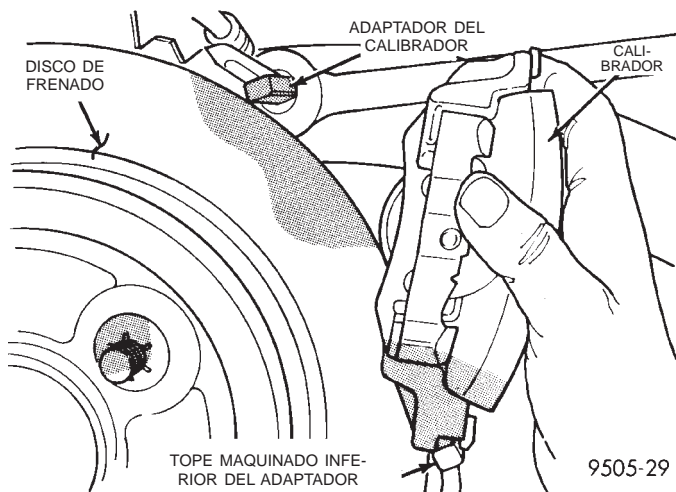

Fig. 75 Desmontaje/Instalación del conjunto de calibrador del adaptador
(4) Retire el conjunto de calibrador del adaptador y el rotor, haciendo girar primero el extremo libre del calibrador para separarlo del adaptador. Después deslice el extremo opuesto del calibrador para sacarlo de abajo del tope maquinado del adaptador (Fig. 75).
(7) Baje cuidadosamente el calibrador y los conjuntos de zapatas de freno sobre el disco de frenado (rotor), invirtiendo el procedimiento de desmontaje requerido (Fig. 75). Asegúrese de que los pernos del pasador guía del calibrador, los casquillos y los maniguitos queden separados de los topes del adaptador.